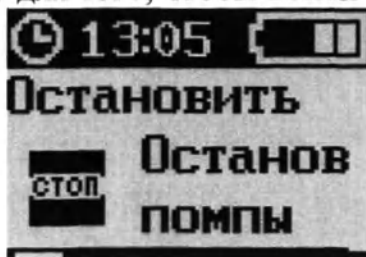

Рисунок 91 – Экран режима «В РАБОТЕ»
1. Нажать кнопку «МЕНЮ» для того, чтобы войти в меню помпы (рисунок 91).